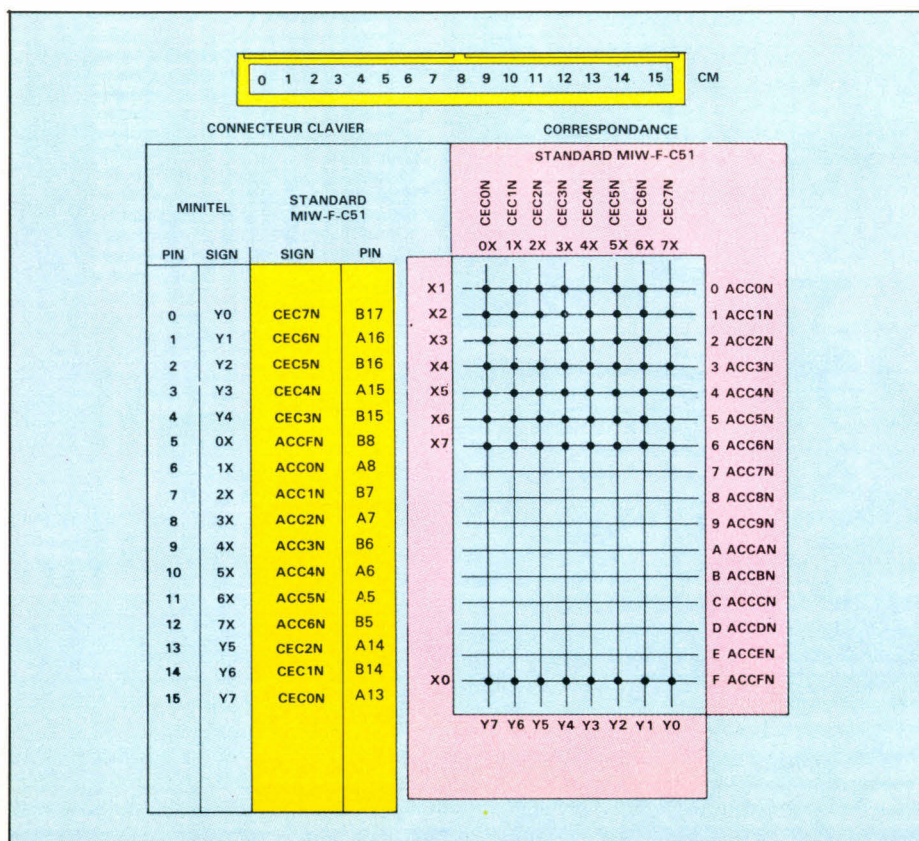

Fig. 5. - Le connecteur du clavier minitel et la correspondance entre les claviers minitel et standard MIW-F-C51.
La correspondance entre les deux claviers ainsi que le brochage du connecteur du clavier Minitel (CM) sont présentés figure 5.